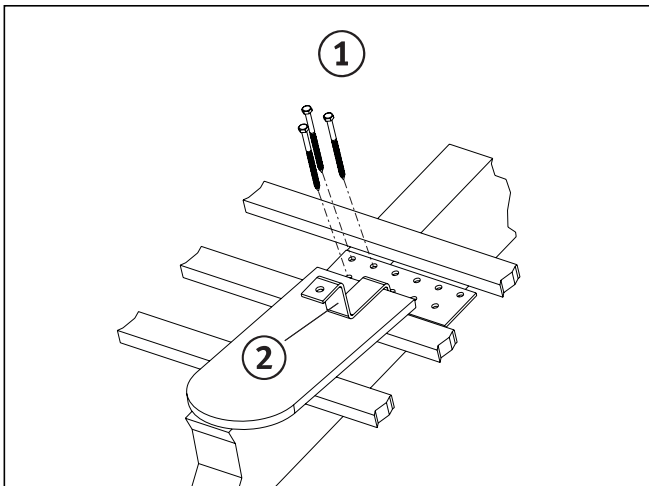

Abb. 6.15 Sparrenanker verschrauben
- Schrauben Sie die Sparrenanker (Abb. 6.15, Pos. 2) mit Holzschrauben 8 x 120 mm (Pos. 1) auf den Sparren.